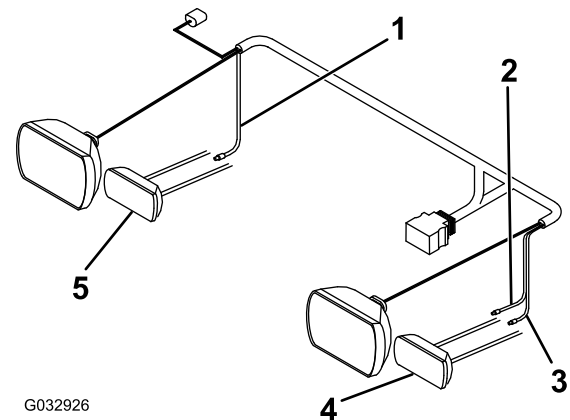

Bild 16
- Schließen Sie das rosa Kabel vom langen Kabelbaum mit einer Spleißverbindung am rechten Blinker an (Bild 16).
- Schließen Sie das lila Kabel vom langen Kabelbaum mit einer Spleißverbindung am linken Blinker an (Bild 16).
7. Schließen Sie das gelbe Kabel vom langen Kabelbaum mit einer Spleißverbindung am linken Parklicht an (Bild 16).